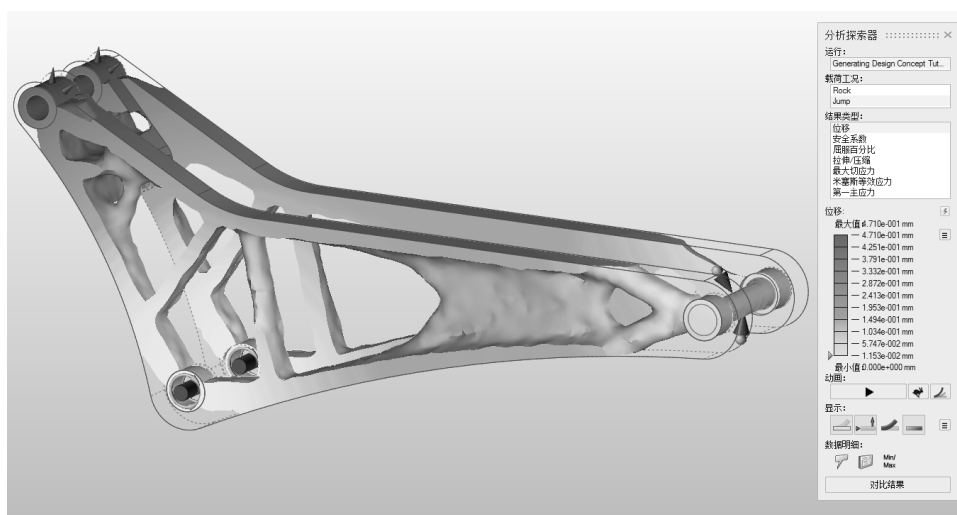

图 10-12
1) 在分析探索器的结果类型下选择“位移”，如图 10-12 所示。